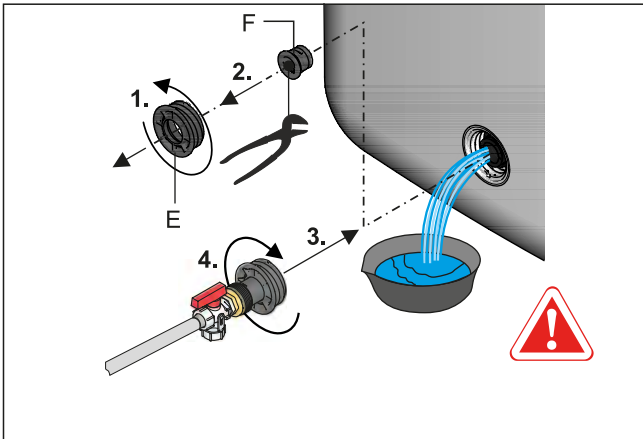

Bild 11-4 KFE-Befüllanschluss in Füll- und Entleeranschluss einschrauben
- 5 Am Füll- und Entleeranschluss das Gewindestück (Bild 11-4, Pos. E) herausdrehen, sowie den Verschlussstopfen (Bild 11-4, Pos. F) entfernen **und sofort** den vormontierten Gewindeeinsatz mit **KFE-Befüllanschluss** in den Füll- und Entleeranschluss (Bild 11-4) wieder **einschrauben**.